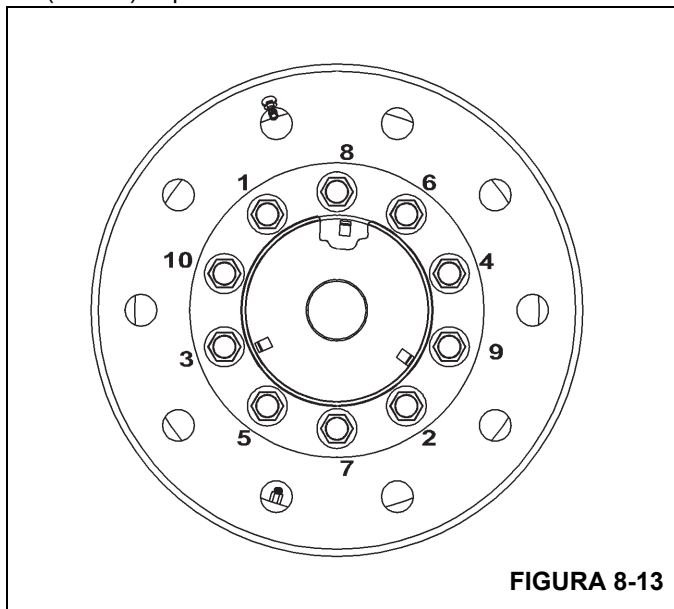

FIGURA 8-13
5. Instale o conjunto de rodas de alumínio externas, de forma que a extensão da válvula do pneu interno passe pelo furo destinado a ela. Na Figura 8-13, o furo em questão está entre os prisioneiros identificados como "5" e "7". Coloque o conjunto de rodas externas nos prisioneiros de montagem. Tome cuidado para não danificar os prisioneiros.
9. Aperte as porcas parafuso na sequência mostrada com torque preliminar de 68 Nm (50 lb-pé) (consulte a Figura 8-13).
10. Continue a apertar as porcas parafuso na sequência mostrada, até que todas as 10 estejam apertadas com torque de 610 a 678 Nm (450 a 500 lb-pé) (consulte a Figura 8-13).